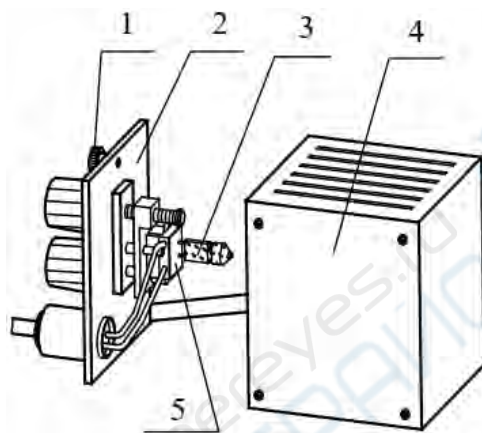

Рисунок 9. 1 — фиксирующий винт ; 2 — пластина короба; 3 — лампочка ;
В верхней левой части тринокулярной насадки находится кнопка переключения функций наблюдения/фотографии, которая используется для переключения режимов наблюдения через окуляры или видеосъемки. Для получения качественного результата, в микроскопе используется камера со 100%-м коэффициентом пропускания света (рис. 9).
2. Ослабьте фиксирующий винт, аккуратно достаньте пластину из светового короба, как показано на рис. 9.